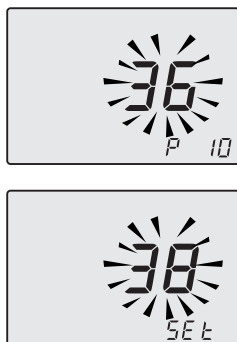

Figura 5.63
- Utilizzando i tasti 12 o 13 è possibile modificare il valore del parametro 10 da **00=0s** a **100=510s** (ogni aumento o diminuzione di una unità sul display corrisponde a 5 secondi). Es. 36=180 secondi. Nel display si alternano la scritte **P10 - Set** (Figura 5.63).